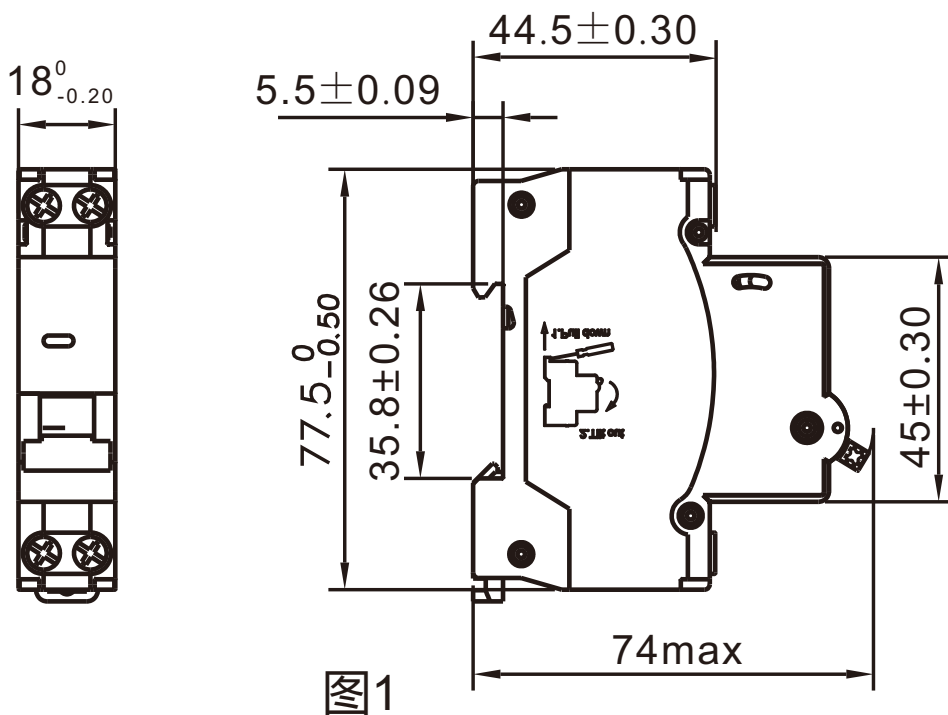
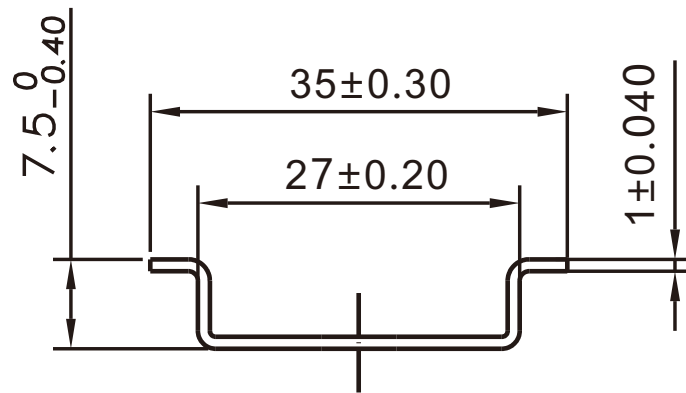

图1
图2
断路器的外形尺寸与安装尺寸见图1、图2。
8.4 断路器采用图2所示的安装轨安装。